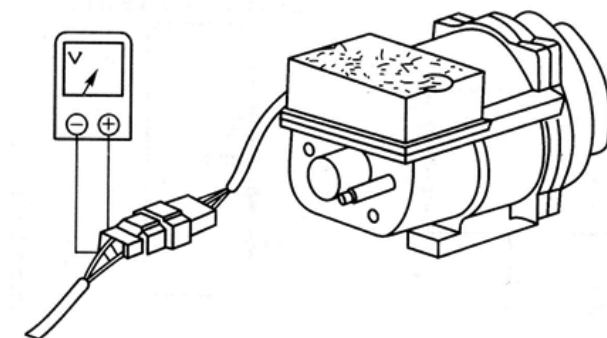

图 2-2-5 转速变化，膜盒传动式进气压力传感器电压测量
⑤发动机怠速运转时，电压值约 0.4V，转速逐渐升高时，此电压值逐渐升高。如图 2-2-5 所示。